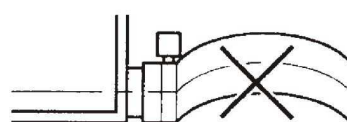

Рис.4
- Не сгибайте сливной шланг внутри внутреннего блока (рис. 4)